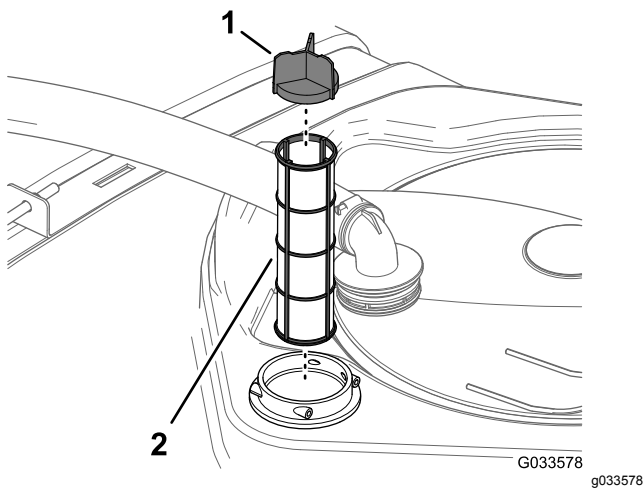

Bild 100
4. Entfernen Sie den alten Saugfilter aus dem Filtergehäuse im Behälter (**Bild 100**).